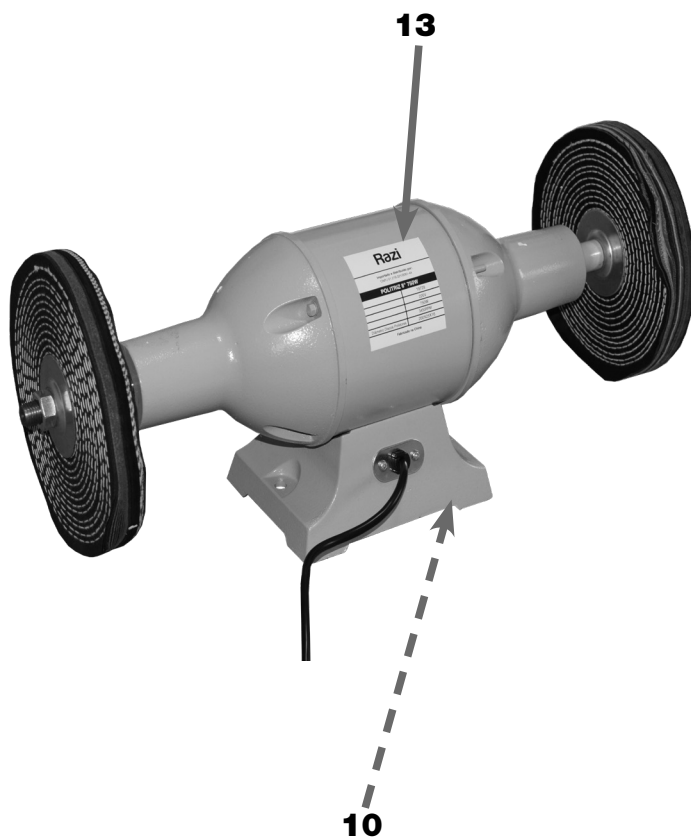

FIGURA 02 – Politriz de Bancada vista traseira
Sob o a Base de Fixação (05) estão localizados os Pés de Borracha (10) que apoiam a Politriz de Bancada (01) (figura 02).
5. VERIFICAR se a tensão da rede elétrica é a mesma da máquina, conforme indicada na Plaqueta de Especificações Técnicas (13) (figura 02).